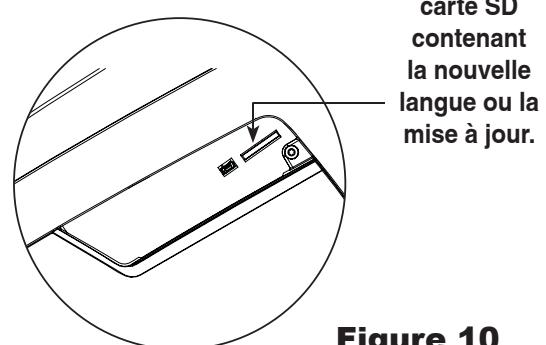

Figure 10
3. Insérez la carte SD contenant les données de la langue dans le panneau latéral de la machine. Reportez-vous à la figure 10.